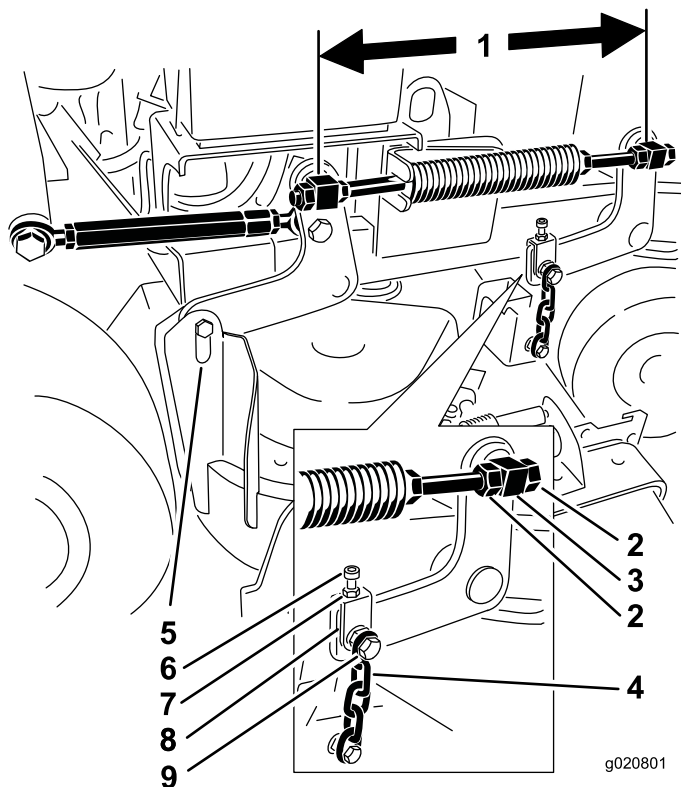

Figura 82
6. Compruebe la distancia entre los pivotes; mida del centro de un pivote al centro del otro (distancia entre centros) en cada varilla roscada (Figura 82).
- Si es necesario ajustarlo, afloje el perno superior de la cadena (Figura 82).
5. Afloje los pernos superiores de las cadenas (Figura 82).